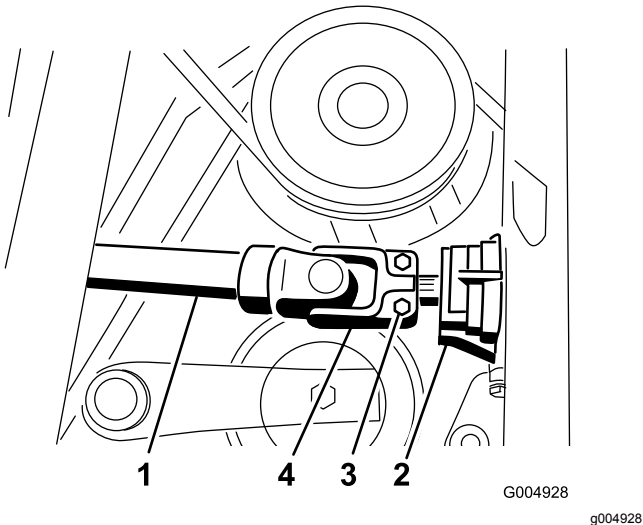

Bild 52
2. Entfernen Sie den Rollstift und ziehen die Antriebswelle von der Getriebewelle ab (Bild 52).